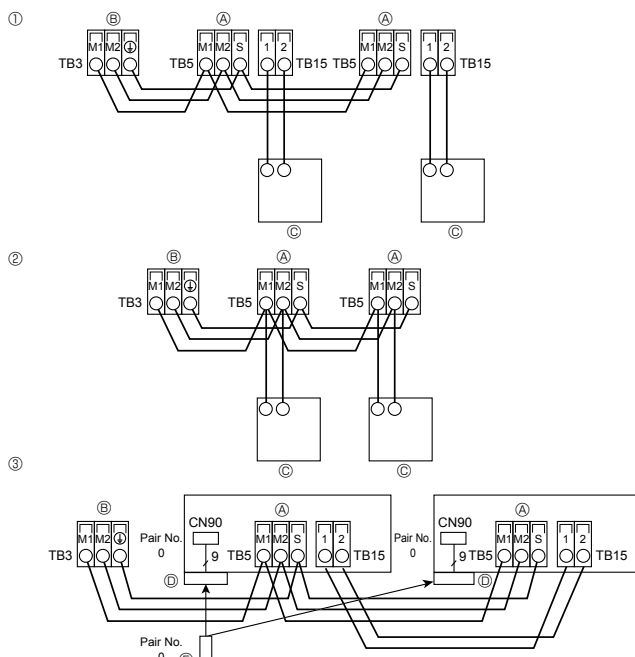

Fig. 4-3
4.4. Ligação dos cabos de transmissão do controlo remoto e das unidades interior e exterior (Fig. 4-3)
- ① Controlo remoto MA
- ② Controlo remoto M-NET
- ③ Controlo remoto sem fios (durante a instalação do receptor de sinal sem fios)